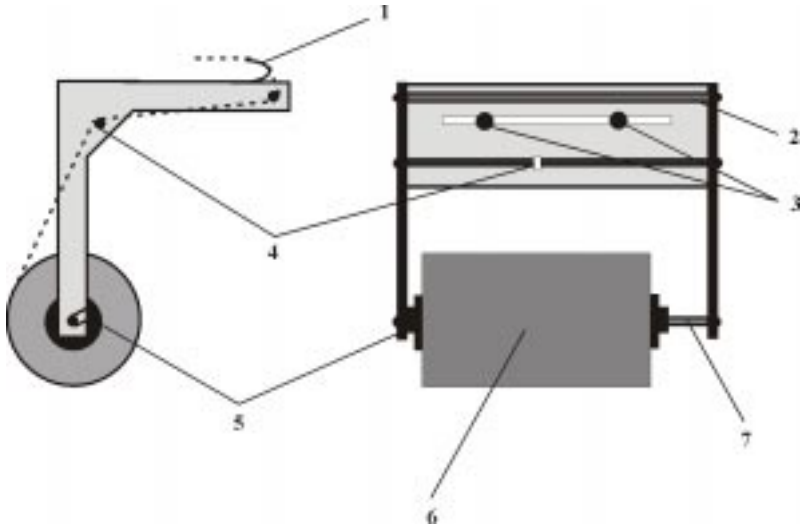

Рис.3 Блок расправки пленки.
- снять вал крепления пленки; (п.7 рис.3)
- ослабить фиксирующий винт на втулке крепления пленки (п.5 рис.3) и снять втулку крепления;
- поместить рулон с пленкой на вал крепления пленки (п.7 рис.3)
Замена нихромовой нити осуществляется в следующем порядке (рис. 3):
2.1. Ослабить винты контактных клемм на натяжителях 1, 2 (см. рис. 3а и 3б).
2.2. Ослабить винт крепления нити в правом углу рамы (см. рис.3в) и удалить остатки поврежденной нихромовой нити.
2.4. Установить скрутку (1–2 витка) и закрепить ее винтом, как показано на рис.3в.
2.5. Натянуть нить и закрепить ее на натяжителе 1, как показано на рис. 3(а). Перевести подвижный брусок 1 в крайнее правое по рис. 3(а) положение и, удерживая его, намотать под шайбу по часовой стрелке, с натягом, два витка нихромовой проволоки, после чего, сохраняя натяг, затянуть винт. После отпускания натяжитель не должен отходить более чем на 2 мм от упора, иначе при нагреве он может выпасть из гнезда.
Аналогично натянуть нить на натяжитель 2 (см. рис. 3б).